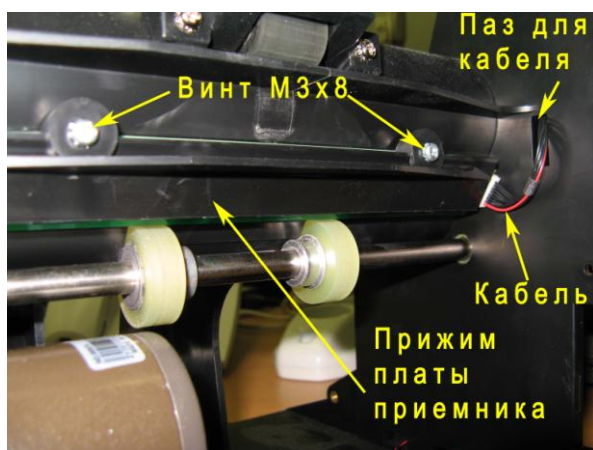
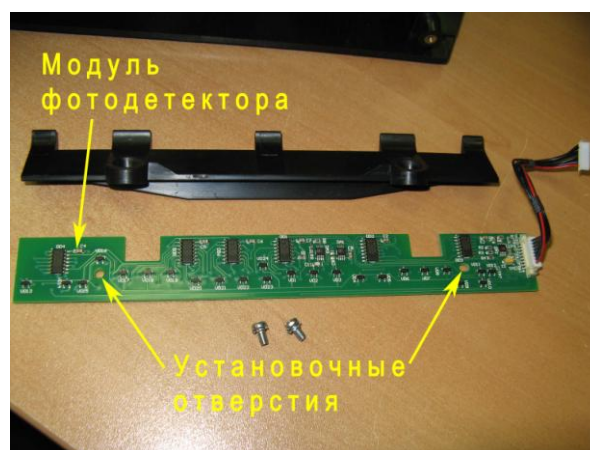

Рис. 33
Рис. 34
8.11.1 Вывинтить два винта М3х8 с зубчатой шайбой N0017 крепления модуля фотодетектора к каркасу, снять модуль (см. Рис. 33, Рис. 34).